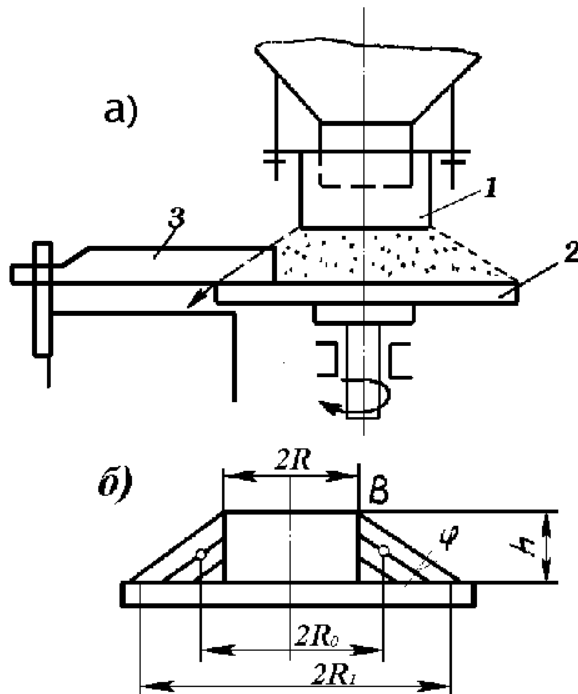

Рис. 2. Схема к расчету тарельчатого питателя:
3. Определить режим работы, необходимую производительность и мощность электродвигателя тарельчатого питателя (рис.2), предназначенного для подачи отработанной смеси в смеситель, включенный в состав автоматической линии и работающий в автоматическом режиме.